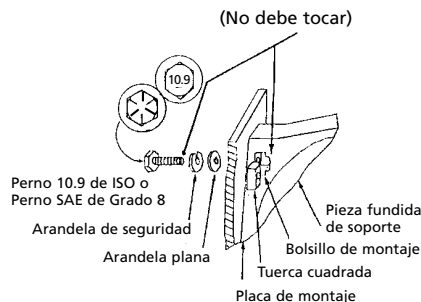
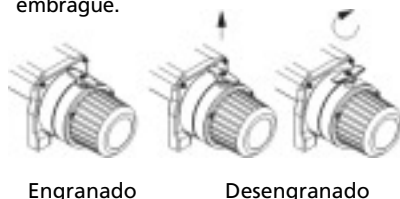

Figura 10
Figura 9
Los accesorios de montaje Grado 10.9 de ISO se proporciona con el cabrestante. Hay cuatro bolsillos cuadrados de montaje en el fondo de cada tambor que soporta el molde. USE LOS 2 MÁS PROFUNDOS QUE FORMAN EL PATRÓN DEL PERNO DE 4.5" x 10". Conecte el cabrestante a la placa de montaje (vea la Figura 10). Siempre coloque las tuercas cuadradas M12-1.75 (proporcionadas) en los bolsillos del molde cuando se monten al cabrestante. Para instalar las tuercas de montaje, coloque el cabrestante con los agujeros de montaje a los 8 pies mirando de frente y la palanca de rueda libre recta. Para un patrón de montaje de 4.5" x 10", inserte las cuatro tuercas en los cuatro bolsillos de la nuez más profundos. Una vez instalado, gire el cabrestante para que las tuercas queden mirando hacia abajo. (Vea Figura 9). Use un destornillador pequeño, cuidadosamente in- erte las dos nueces del montaje en los bolsillos de las tuercas localizados al lado opuesto de la palanca de rueda libre, primero empujando la tuerca en el bolsillo e luego inclinandolo en la posición. Luego gire el cabrestante de regreso a su posición para montarse a la placa de montaje.
1. Gire la palanca del embrague a la posición de "desengranado" como se muestra en la Figura 9. Si hay una carga en el cable metálico, la palanca del embrague, no podrá regresarse fácilmente. NO FUERCE LA PALANCA DEL EMBRAGUE. Libere la tensión en el cable al dejar correr algo del cable metálico, luego prueba soltando el embrague.
3. Revise que haya por lo menos cinco (5) vueltas de cable metálico dejados en el tambor.
4. Re-engrane el tambor al girar la palanca del embrague a la posición de "Engranado" (vea la figura 9).
3. Para maximizar la vida útil del cabrestante y del cable metálico, use un bloque de poleas para tirar con línea doble las cargas más pesadas (Figura 10).